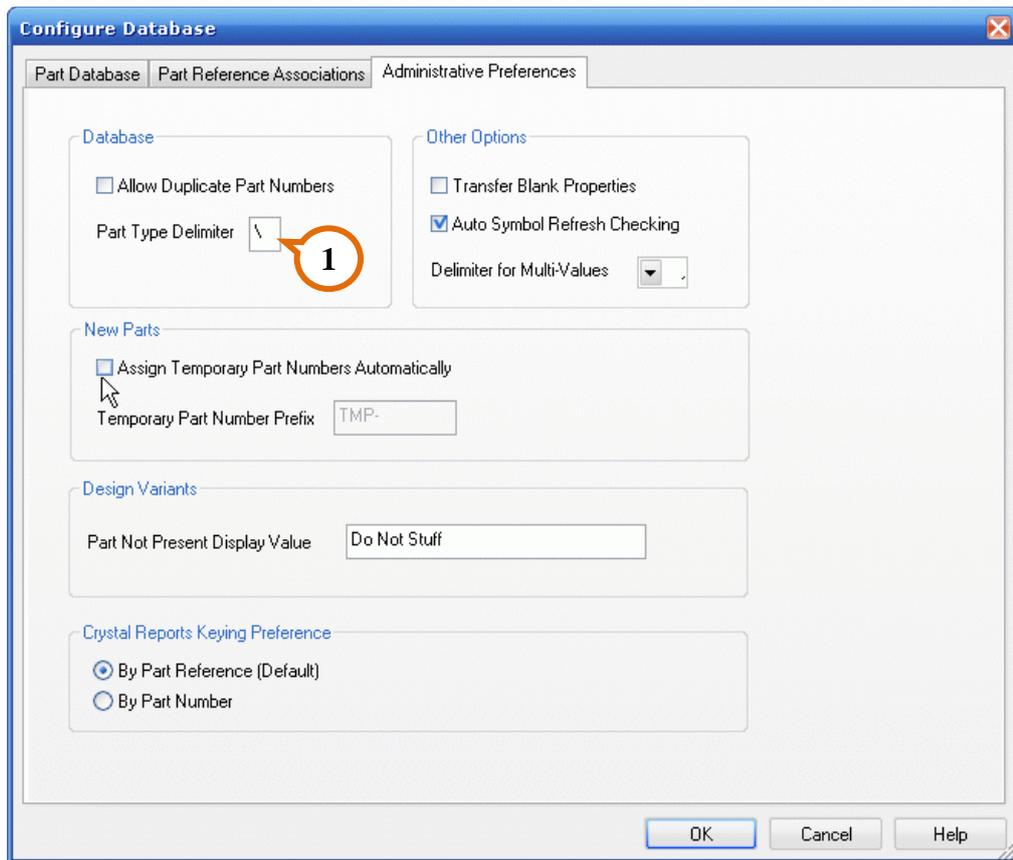

рис. 11-34
Кое-что необходимо исправить. Перейдите во вкладку **Administrative Preferences** (рис. 11-34) и снимите флаг с поля **Assign Temporary Part Number Automatically**. Если этого не сделать, PN компонента будет заменён на **Temporary PN Prefix**.
В поле **Part Type** напишите, например, следующее: **IC\Logic**. Структура базы данных в CIS Explorer представляется в виде дерева. Компоненты располагаются в ветвях, согласно **Part Type**. Обратный слэш определяет подветвь (подкатегорию) (рис. 11-34, ①).